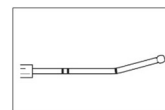

Figura 5: Curvatura esfenoidal
- **Seio esfenoidal:** Ao explorar o óstio do seio esfenoidal, recomenda-se o uso de uma ligeira curvatura (Figura 5).